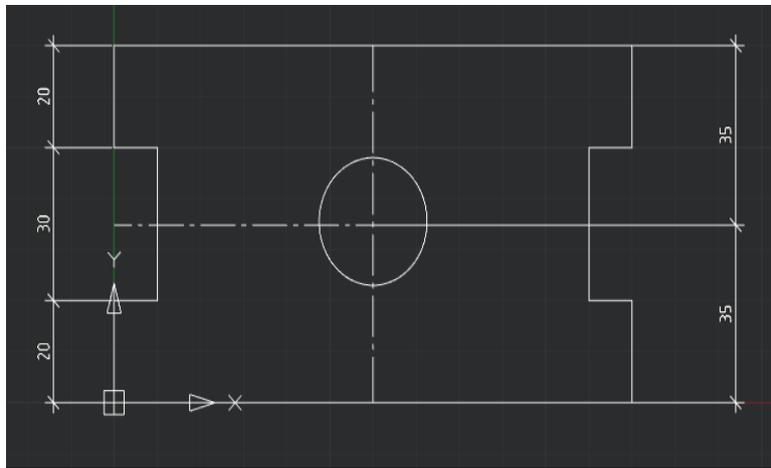

Рис. 3.44
5. Относительно координационной оси X дорабатываем разделённые линии. (рис. 3.44)